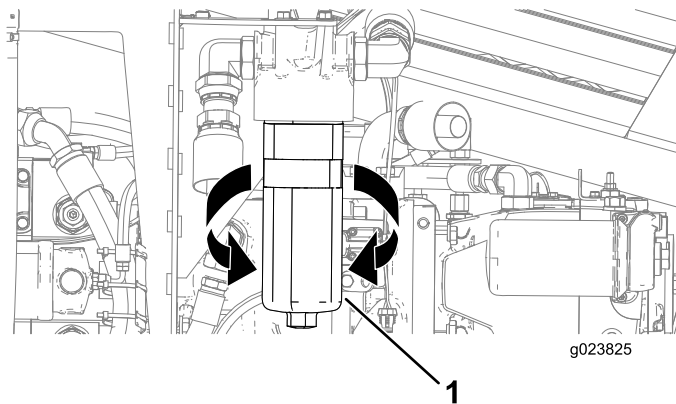

Figure 119
3. Placez un bac de vidange ou plusieurs chiffons sous le filtre de charge (Figure 119).
4. Tournez le filtre haute pression hydraulique dans le sens antihoraire et déposez le filtre (Figure 119).
6. Placez le filtre haute pression hydraulique devant son siège et tournez-le dans le sens horaire jusqu'à 61 N·m, comme montré à la Figure 119.